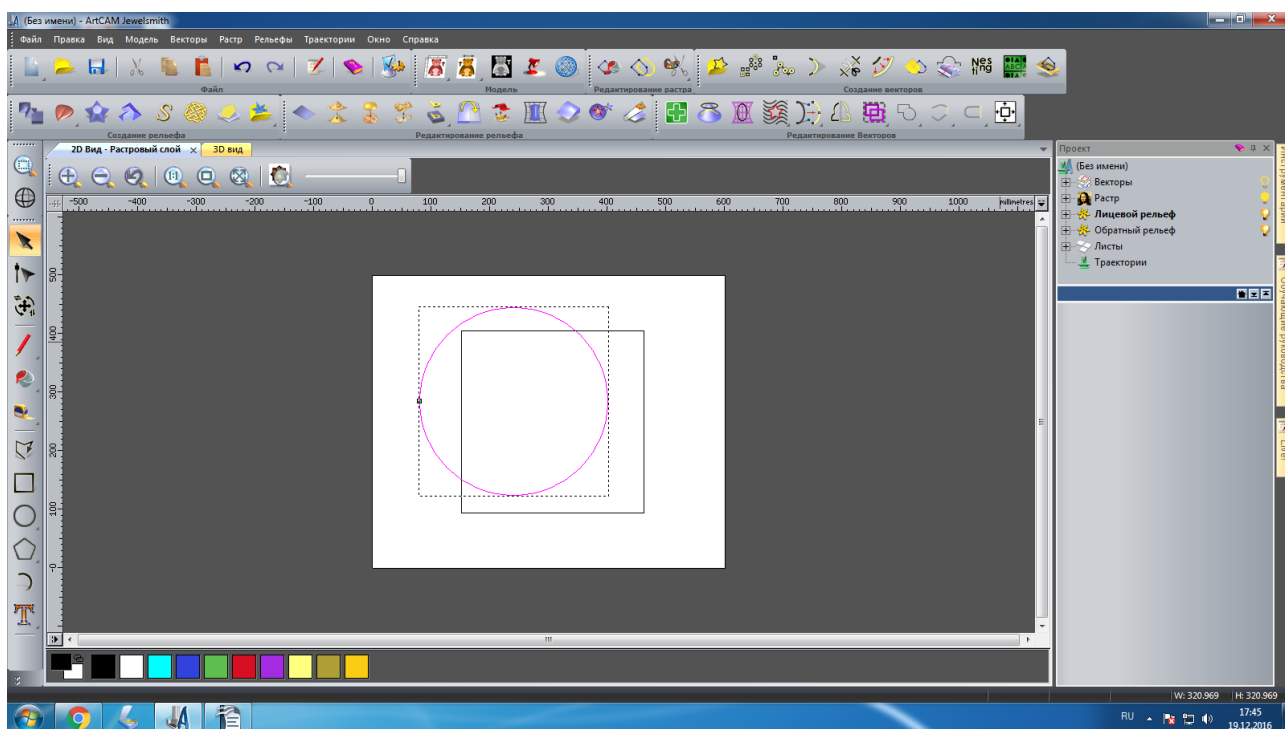

Рисунок 8. Круг
8. С помощью инструмента «Создание окружности» создайте круг, рисунок 8